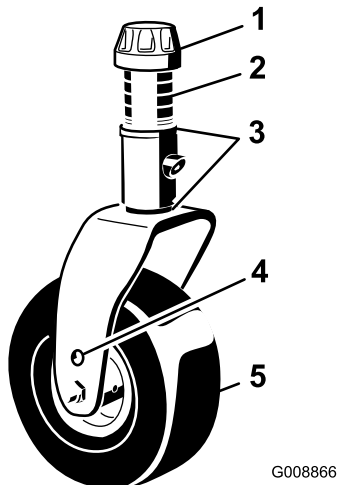
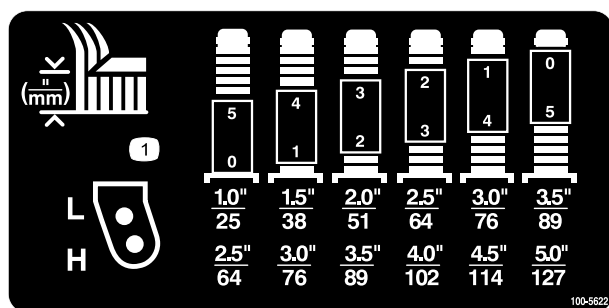

図 7
図 8
2. 左右のキャスト・フォークの同じ穴にキャスト・ホイールの軸をセットする。セッティング用の穴の選択については 図 7 および 図 8 を参照してください。
3. スピンドル・シャフトからテンショニング・キャップを取り (図 7)、キャスト・アームからスピンドルを抜き出す。シム (3 mm) を 2 枚スピンドルのシャフトに通す (当初の状態と同じに)。これらのシムは、デッキ全体の左右の水平調整に必要となる。希望する刈高に必要な枚数のスペーサ (13 mm 厚) をスピンドル・シャフトに通し、その上からワッシャを取り付ける。
刈高と、必要なシムの組み合わせとの関係は図 8にて確認してください：